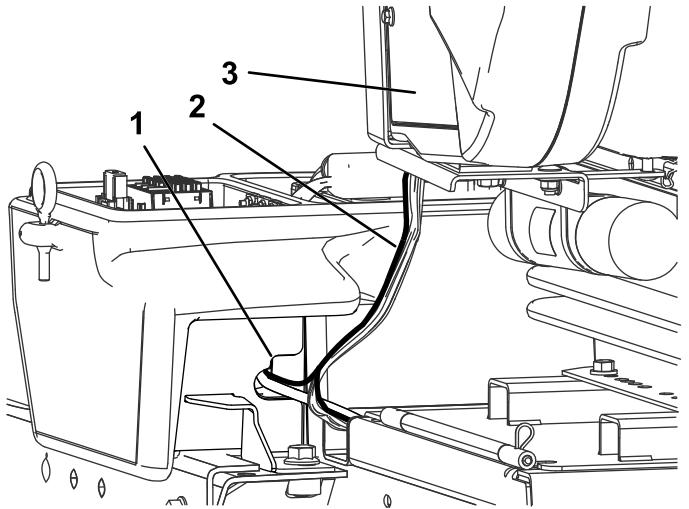

Bild 23
3. Verlegen Sie den Anschlussklemmenstecker und den Ösenanschluss in den rechten Werkzeugkasten (Bild 23).